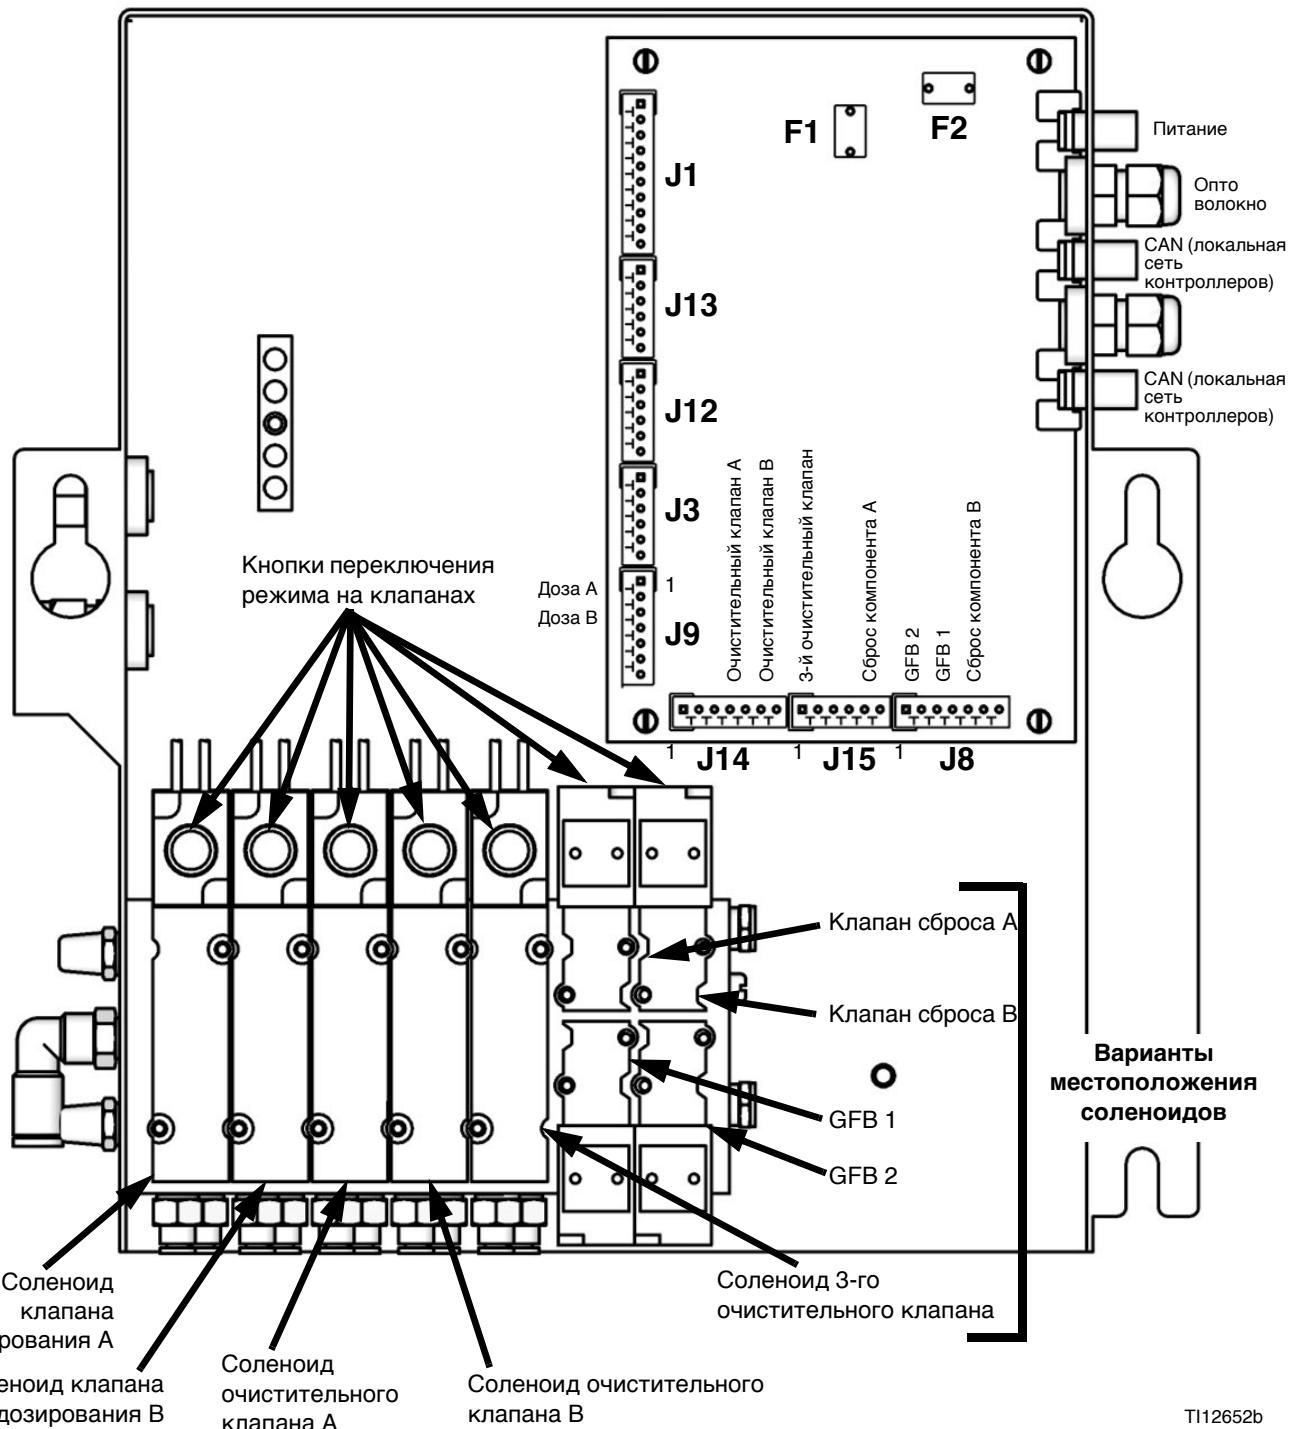

Рис. 4. Плата и соленоиды жидкостной станции
- Чтобы сбросить давление, нажмите пусковой курок пистолета-распылителя, затем нажмите кнопку перехода к ручному режиму на соленоидах клапанов дозирования А и В. См. Рис. 4.
- При включенном пистолете-распылителе нажмите кнопку перехода к ручному режиму на соленоидах клапанов очистки А и В для сброса давления воздуха и растворителя. См. Рис. 4. Удостоверьтесь в том, что давление растворителя упало до 0.
3. Нажмите и удерживайте клавишу переключения режима на соленоидном клапане сброса А, Рис. 4.
5. Нажмите и удерживайте кнопку переключения режима на соленоидном клапане сброса В, Рис. 4.
7. Нажмите и удерживайте клавишу переключения режима на соленоидном клапане сброса А, Рис. 4.
9. Нажмите и удерживайте кнопку переключения режима на соленоидном клапане сброса В, Рис. 4.
3. Отказ соленоида.	<p>Вручную приведите клапаны в действие. Для этого снимите крышку жидкостной станции, нажмите и отпустите кнопки переключения режима соленоидных клапанов. Рис. 4.</p> <p>Проведите диагностику платы управления для проверки сигналов. Если сигналы подаются неправильно, перейдите к пункту 4.</p> <p>Клапаны должны мгновенно открываться и быстро закрываться. Если клапаны включаются в работу медленно, это может быть вызвано указанными ниже причинами:</p> <ul style="list-style-type: none"> • Слишком низкое давление воздуха на исполнительные механизмы клапанов. См. пункт 1. • Соленоид забит. Убедитесь в том, что на линии подачи воздуха установлен сеточный фильтр с размером ячеек 5 микрон. • Что-то препятствует работе соленоида или трубопровода. Проверьте выход воздуха из воздушной линии для соответствующего соленоида, когда клапан находится в работе. Устранитте эту проблему. • Клапан дозирования открыт слишком сильно. Установочные значения см. в руководстве по эксплуатации системы ProMix 2KS. • Давление жидкости избыточно, давление воздуха недостаточно.